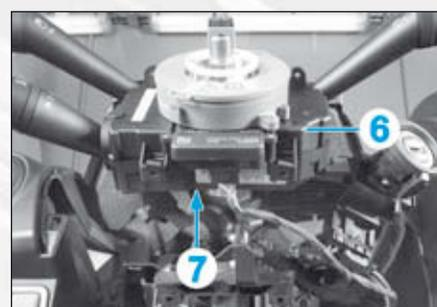

FIG.6
- Débrancher les connecteurs des commandes sous le volant (6) (Fig.6).
- Desserrer la vis (7) au maximum.